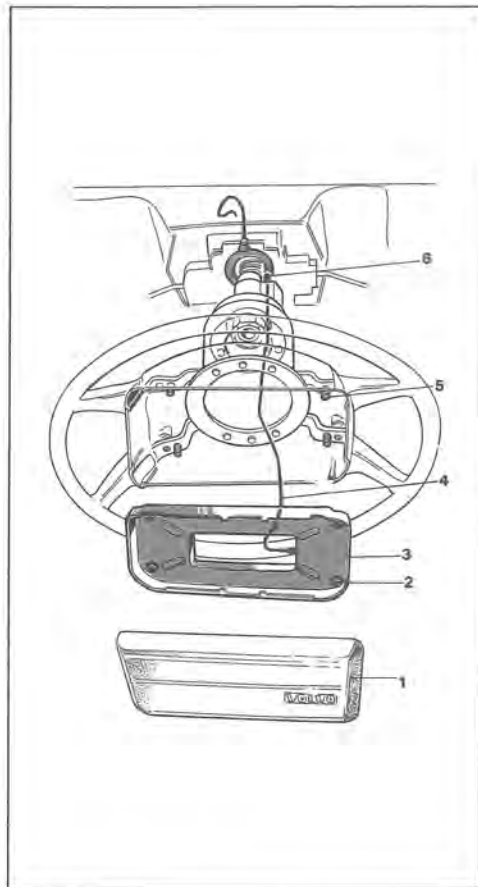
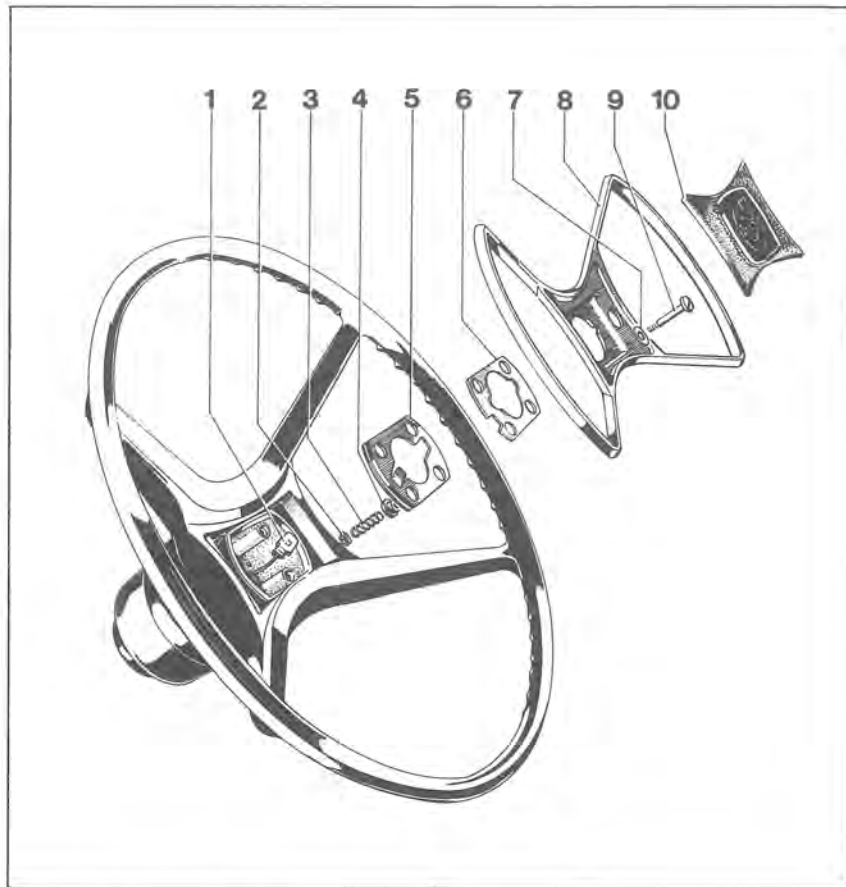

Fig. 1 Signaldetaljer
Fig. 2 Signaldetaljer
1. Tag bort stötskyddet punkt 1 fig. 1 och punkt 10 fig. 2. Bänd loss stötskenan försiktigt med hjälp av en spårskruvmejsel.
2. Lossa elledningen punkt 4 fig. 1 från kontaktskenan punkt 3 fig. 1.
3. Tag bort de fyra fästskruvarna punkt 2 fig. 1 för kontaktskenan och lyft bort skenan. Montera kontaktskenan i omvänd ordning. Kontrollera signalfunktionen efter monteringen.